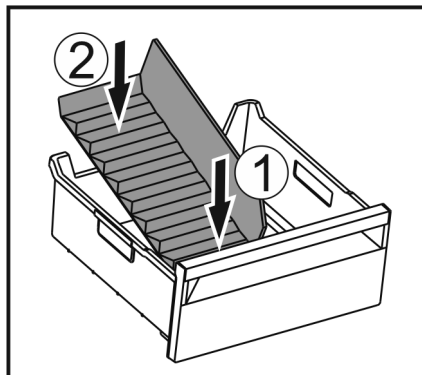

Fig. 189
- Installer la partie avant du séparateur de congélateur. Fig. 189 (1)
- Abaisser la partie arrière du séparateur de congélateur jusqu'au fond du tiroir. Fig. 189 (2)